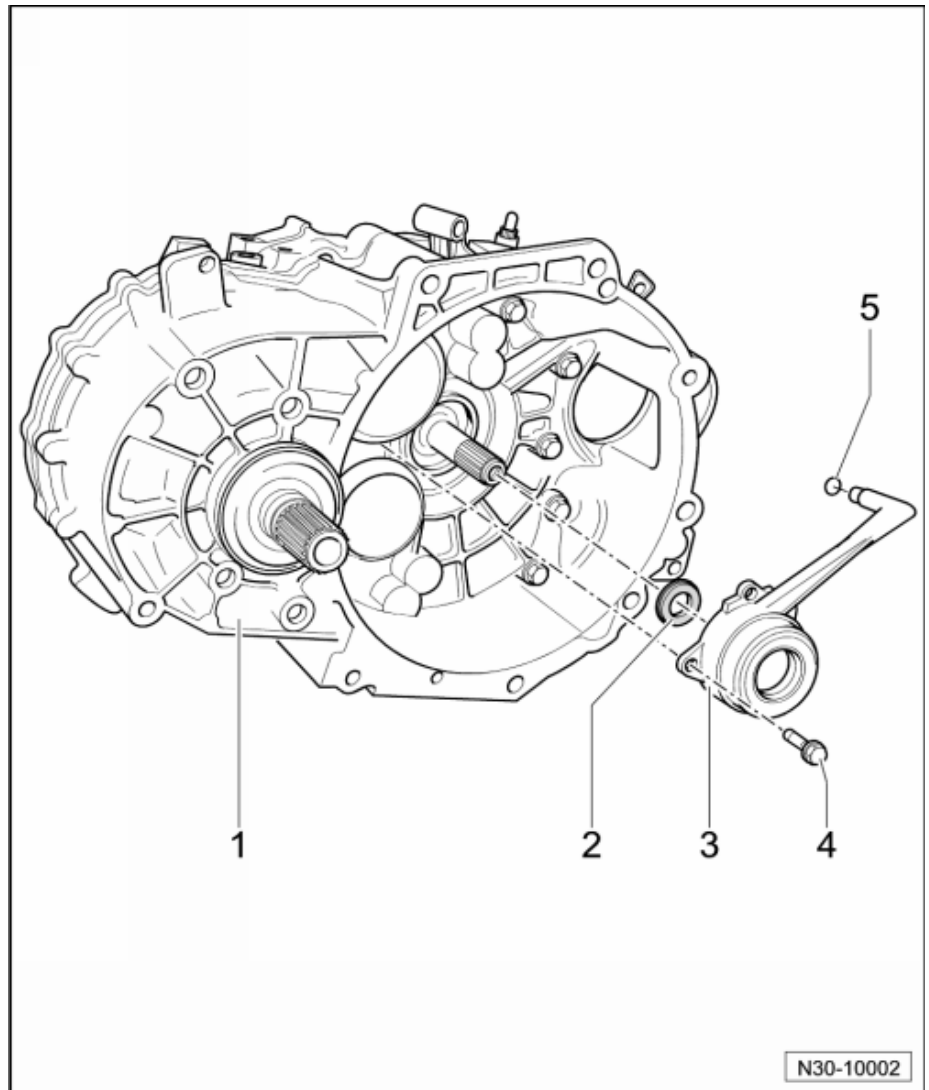

Abb. 1: Nehmerzylinder mit geteilter Zuleitung ►
- ☐ bei einigen Nehmerzylindern geteilte Zuleitung ⇒ Abb. 1 in **30-2** Seite 2